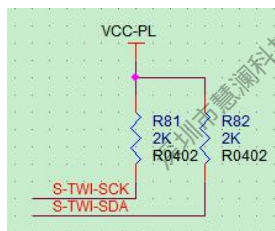

图 2-57 I2C 电路设计
- SENSOR 的中断信号默认接到 R818 的 PH 口，如果有需要在待机工作的 SENSOR，请保持该 SENSOR 的供电在待机时正常工作，同时将中断口连接到 PL 口。如 LIGHT 传感器的电路设计，如图 2-57 所示：